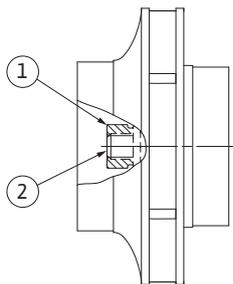

Fig. 53: Posición correcta de la tuerca del rodete tras el montaje
29. Sujete el eje (véase el paso 24) y apriete la tuerca del rodete con el par de apriete prescrito (véase el listado "Tabla 11: Pares de apriete de los tornillos" en la página 54). La tuerca (Fig. 53, pos. 1) tiene que quedar enrasada con el extremo del eje (Fig. 53, pos. 2) con un margen de tolerancia de $\pm 0,5$ mm. Si no es así, afloje la tuerca y repita los pasos 25 al 29.